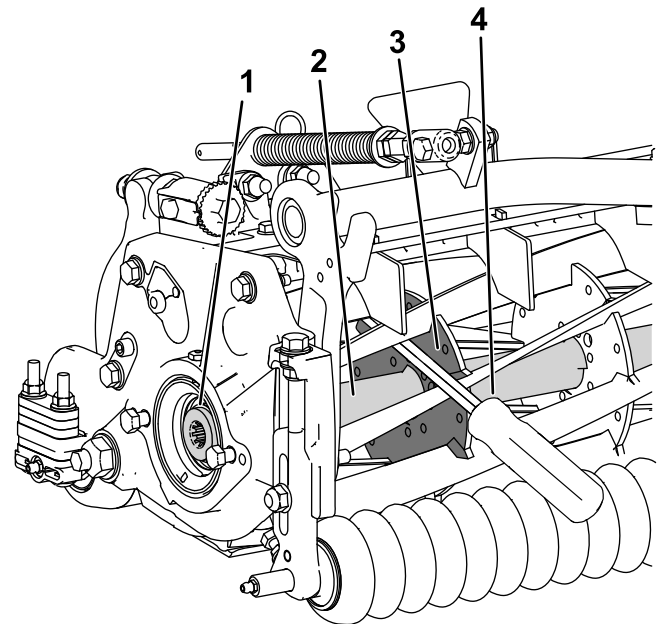

Figura 43
1. Inserite un piede di porco con manico lungo ( $\frac{3}{8}$ " x 12" raccomandato, con manico a cacciavite) attraverso la parte anteriore del cilindro di taglio, più vicino al lato dell'apparato di taglio da serrare (Figura 43).
2. Posizionate il piede di porco contro il lato di saldatura del rinforzo del cilindro di taglio interno (Figura 43).